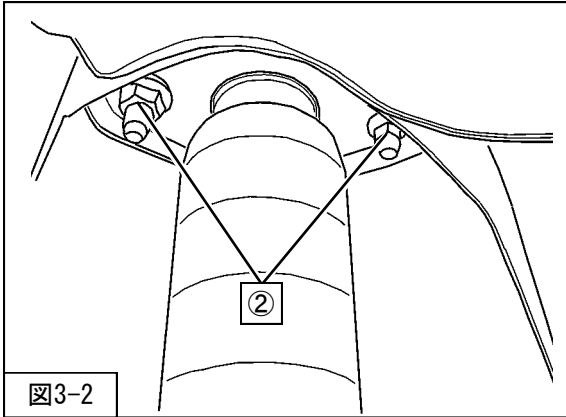

図3-2
3. ②リアショックアブソーバASSYアッパー取付ナットを取外してください。(図3-2)